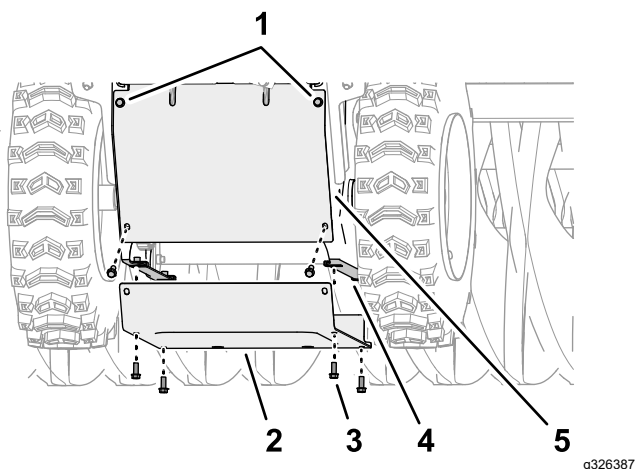

Figura 51
4. En la parte inferior de la máquina, alinee los orificios de la cubierta inferior con los orificios de las pestañas de las chapas laterales derecha e izquierda (**Figura 51**).
5. Monte la cubierta inferior en la máquina (Figura 51) con los 6 tornillos con arandela prensada ($\frac{1}{4}$ " x $\frac{5}{8}$ ").
6. Apriete los 2 tornillos con arandela prensada superiores ($\frac{1}{4}$ " x $\frac{5}{8}$ ") que sujetan la cubierta trasera a la máquina (Figura 51).